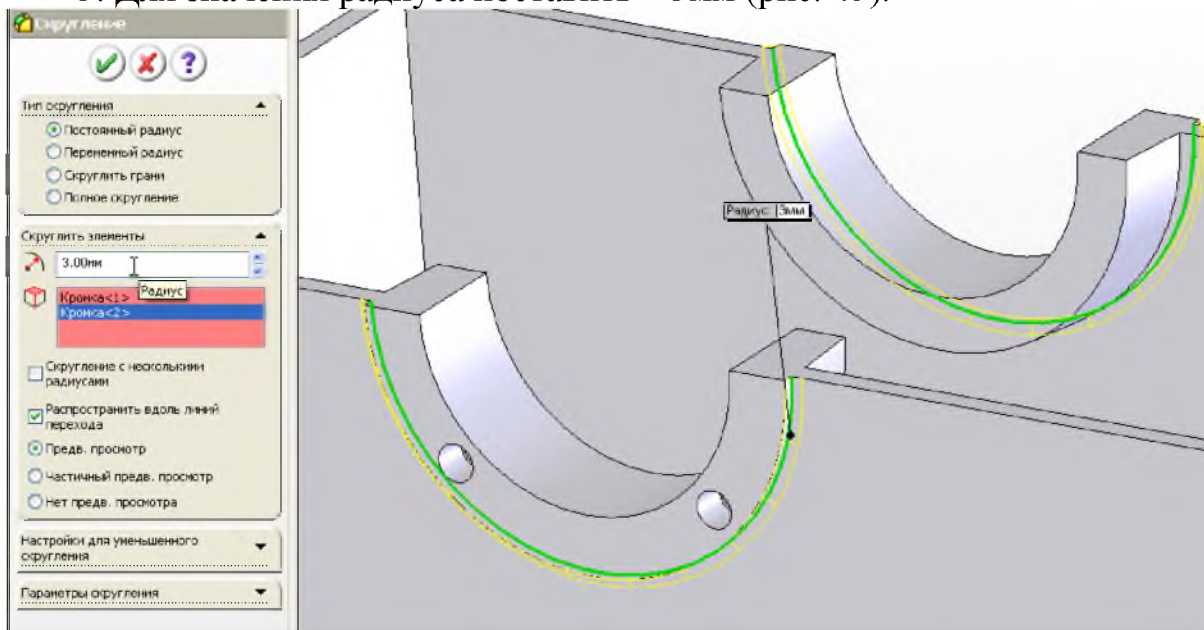

Рис. 45
3. Для значения радиуса поставить – 3мм (рис. 45).